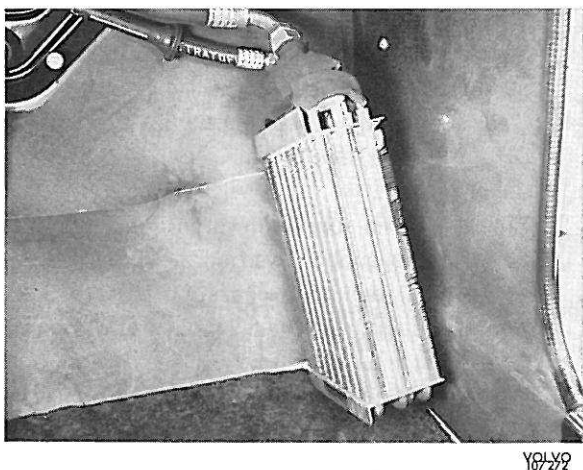

Figure 34. Emplacement d'évaporateur sur plancher
- (21). Sortir l'évaporateur de l'unité centrale, sans déconnecter les flexibles et poser l'évaporateur contre le flanc d'auvent de droite (figure 34).